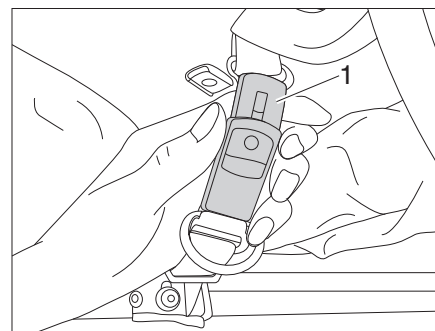

Fig. 53 Chiusura della cintura di sicurezza
- Chiudere le cinture di sicurezza (Fig. 53,1).